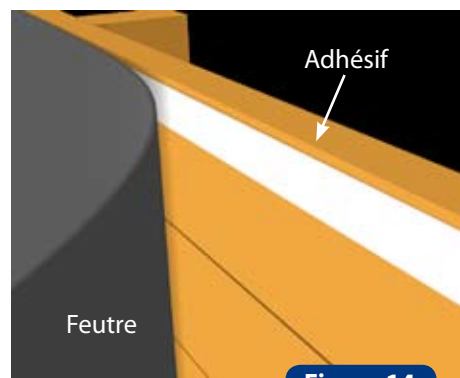

Figure 14
- Collez l'adhésif double face, pan par pan, en l'alignant au sommet des bastinges supérieurs (figure 14)